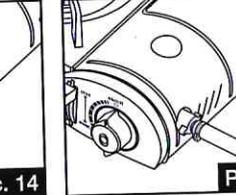

Рис. 15
- Подсоедините к переходнику шланг от бытового газового баллона, с использованием стягивающего хомута (Рис. 15).